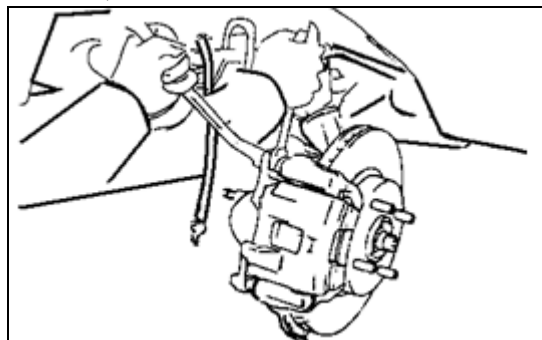

图 3—24
(2) 固定住后盘式制动分泵导向销后，拆下1个螺栓，如图3—24所示。